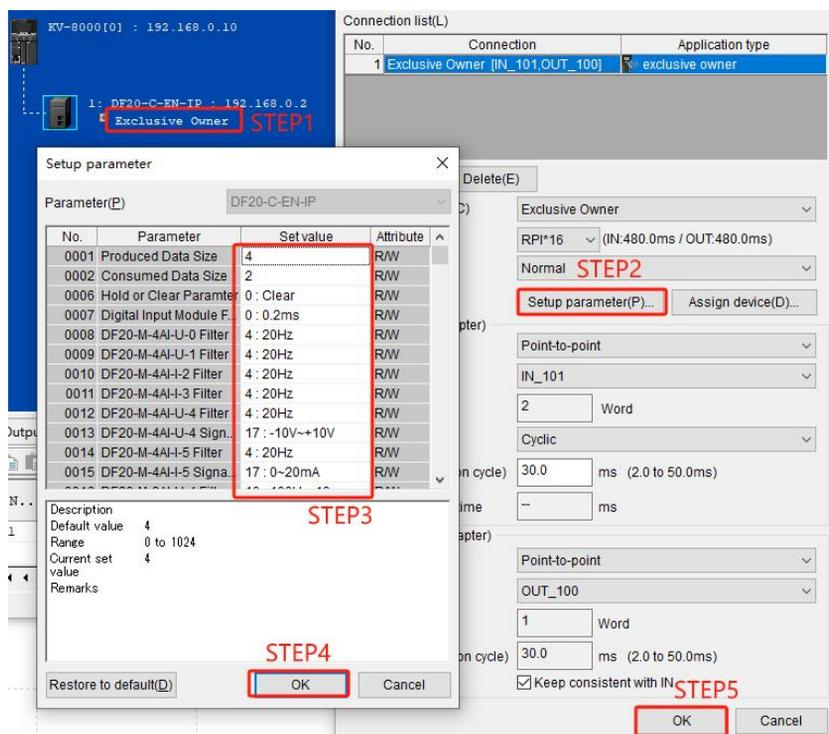

图 4-18
(3) 然后再根据 4.1.2 节或者 4.1.3 节中的方法设置耦合器的 IP 地址。
- 如图4-18所示可以通过”Setup parameter”界面对模块参数进行配置，如表4.1所示对可配置的参数进行说明。